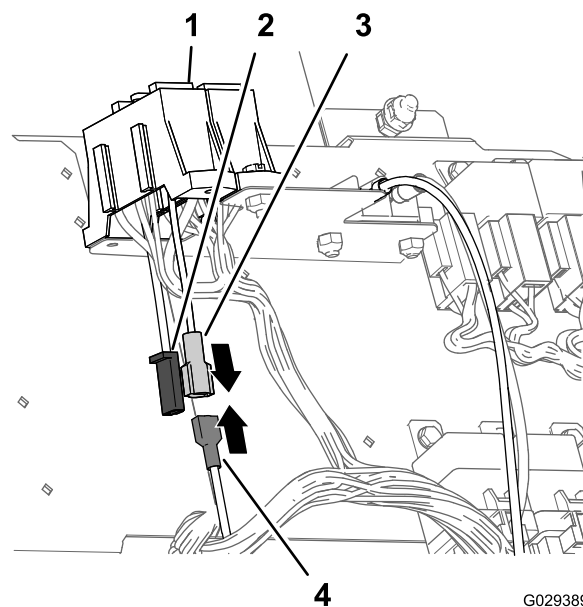

Figure 20
1. Si le porte-fusibles comprend un connecteur à lame pour la machine, branchez le connecteur à lame du du faisceau du kit de finition à la douille du porte-fusibles de la machine (Figure 20).